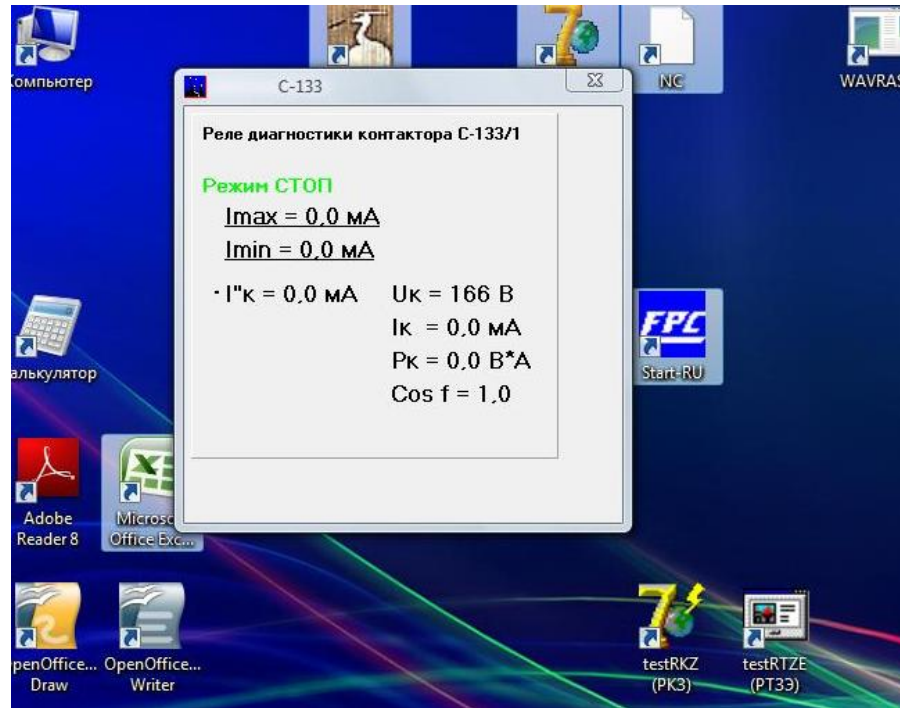

Рисунок 4 – окно программы с отображением значений уставок СМАРТРЕЛЕ C-133
- 2 - В открывшемся окне программы (рис.4) отображаются значение приведенного тока **Iк** в цепи катушки контактора и значения уставок **Imax** и **Imin**